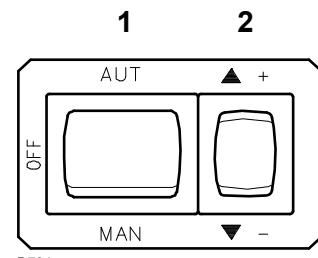
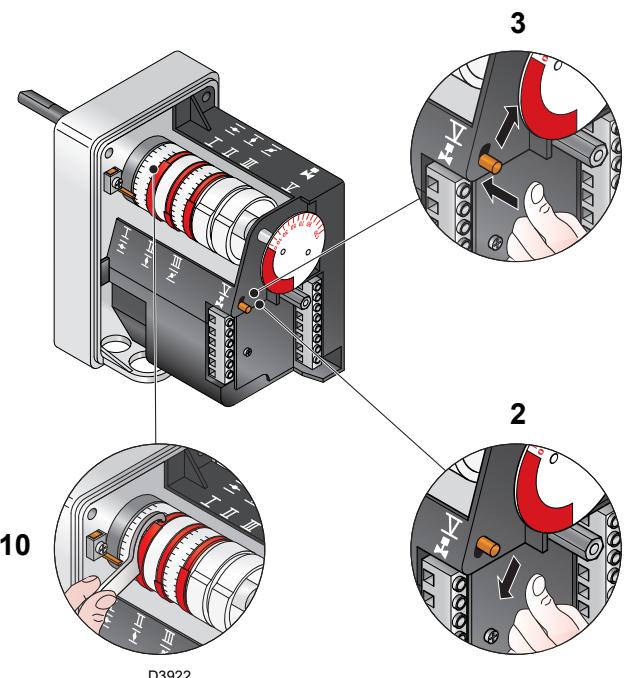

Fig. 27
Fig. 29
Fermer les thermostats / pressostats et mettre l'interrupteur de la Fig. 27 sur "MAN".
Appuyer ensuite sur le bouton 2)(Fig. 27) "augmentation de la puissance" et continuer à appuyer jusqu'à ce que le servomoteur ouvre le volet d'air et le papillon à gaz.
Appuyer sur le bouton 2)(Fig. 27) "diminution de la puissance" et le maintenir pressé jusqu'à ce que le servomoteur ferme le volet d'air et le papillon à gaz soit à 65° (réglage effectué en usine).
- S'il faut diminuer ce débit, réduire légèrement l'angle de la came III (Fig. 29) par de légers déplacements successifs, c'est-à-dire aller de l'angle 65° à 63° - 61°....
- S'il faut l'augmenter, appuyer légèrement sur le bouton "augmentation de la puissance" 2)(Fig. 27) (c'est-à-dire ouvrir de 10-15° le papillon à gaz), augmenter l'angle de la came III (Fig. 29) par de légers déplacements successifs, c'est-à-dire aller de l'angle 65° à 67° - 69°....
Appuyer légèrement sur le bouton 2)(Fig. 27) "augmentation de la puissance" pour que le servomoteur tourne d'environ 15°. Régler les vis pour obtenir une combustion optimale. Agir de la même façon avec les vis successives. Contrôler que la variation du profil de la came soit progressive.
Éteindre le brûleur en actionnant l'interrupteur 1)(Fig. 27), position OFF, détacher la came 4 du servomoteur en pressant et en déplaçant vers la droite le bouton 3), puis vérifier plusieurs fois, en tournant manuellement la came 4) vers l'avant et vers l'arrière, que le mouvement est souple et sans obstructions.